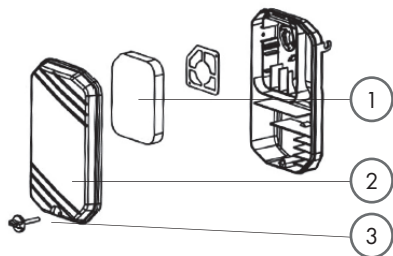

Рис. 11
1. Открутить болт (3) и снять крышку воздушного фильтра (2) (рис. 11).
2. Убедиться, что воздушный фильтр (1) не поврежден. Если поврежден, заменить его.
3. Убедиться, что воздушный фильтр (1) чистый. Если воздушный фильтр загрязнен, промыть его.